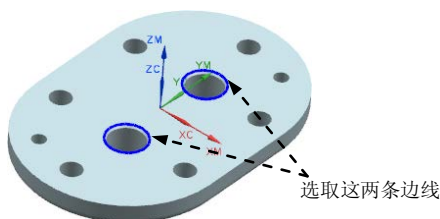

图 19.35 选择孔
(1) 单击“钻埋头孔”对话框 **指定孔** 右侧的  按钮, 系统弹出“点到点几何体”对话框, 单击 **选择** 按钮, 系统弹出“点位选择”对话框。
(2) 在图形区选取图 19.35 所示的孔边线, 分别单击“点位选择”对话框和“点到点几何体”对话框中的 **确定** 按钮, 返回“钻埋头孔”对话框。